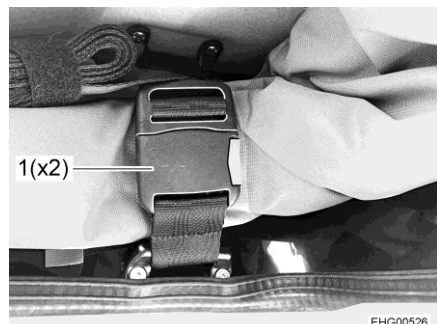

Fig. 31 Fibbia
- Aprire le due fibbie (Fig. 31,1).